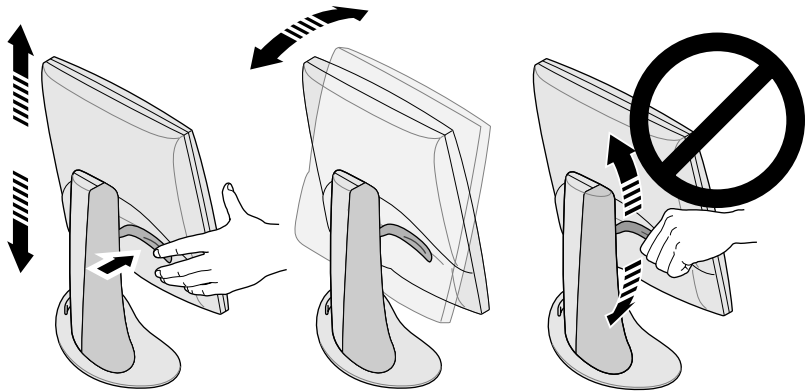

Abbildung 1-3 Einstellen von Höhe und Neigungswinkel
2. Stellen Sie den Monitor auf die höchste Position ein. Dies erleichtert die Entfernung der Schrauben. Siehe Abbildung 1-3.